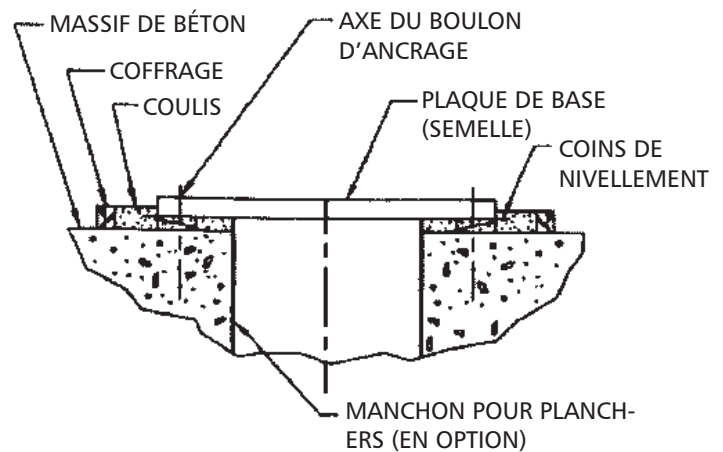

Figure 4
- A. L'emploi de coins sous la plaque de base (fig. 4).
2. Construire un coffrage autour du massif de béton (fig. 4). Mouiller entièrement le massif.